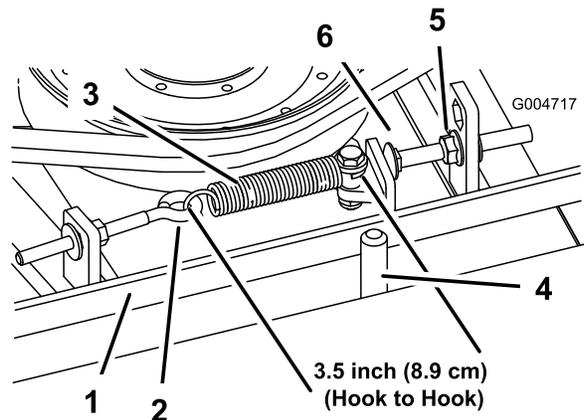

Figura 70
Quando a tensão estiver correcta, a medida da mola de extensão (gancho a gancho) deverá ser de cerca de 8,9 cm \pm 6 mm (lado interior). Logo que se obtenha a tensão correcta da mola, ajuste o pino de fecho (parafuso da carroçaria) até haver uma folga aproximada de 3 mm +1,5/-0,0 mm entre a cabeça do parafuso e o braço intermédio (Figura 70).
Nota: Certifique-se de que a correia está colocada no lado da mola do guia da correia (Figura 70).
2. Desaperte o parafuso com olhal permitindo a remoção da mola de extensão (Figura 70).
3. Desaperte a porca flangeada que fixa o pino de fecho na patilha de montagem. Puxa a porca ligeiramente para trás para permitir que o braço intermédio passe pelo pino de fecho (Figura 70). Retire a polia intermédia da correia para aliviar a tensão da correia.
8. Volte a ligar a mola de extensão (Figura 70) ao parafuso de olhal e aplique a tensão na correia como se segue: